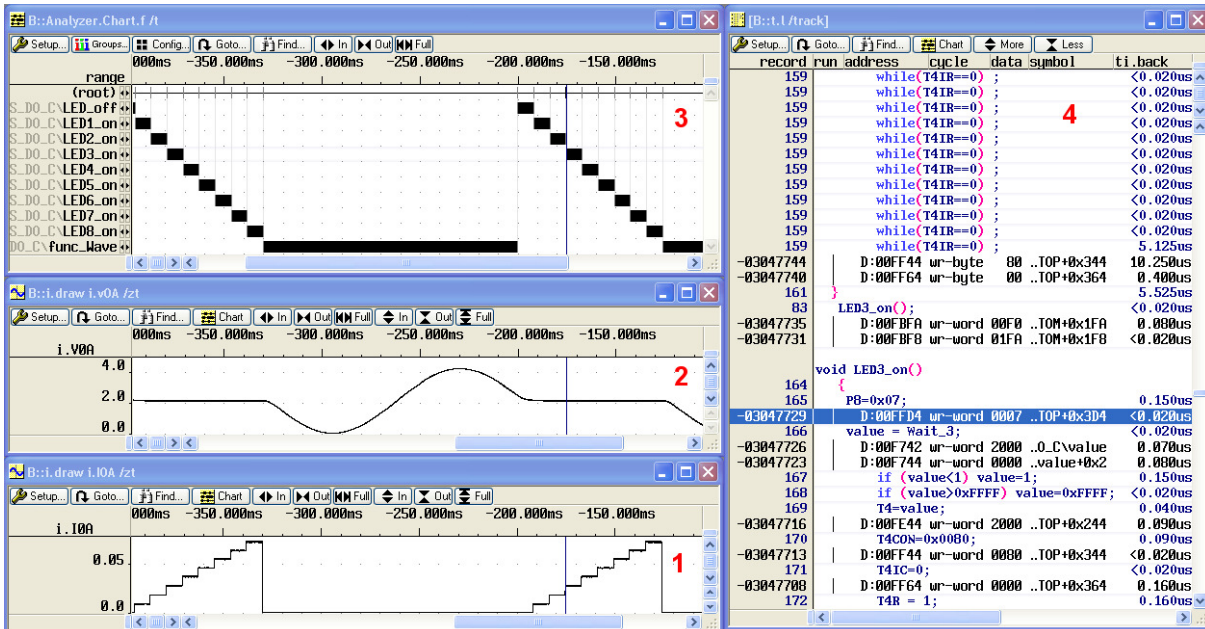

Abb.: 2
In dem unten gezeigten Beispiel (s. Abb. 2) werden nacheinander 8 Leuchtdioden eingeschaltet und anschließend wird eine Sinusspannung erzeugt. In der Strom-Zeit-Kurve (1) ist der treppenförmig ansteigende Stromverbrauch dargestellt. Die Sinusspannung ist in der Spannungs-Zeit-Kurve (2) zu erkennen. In der Strom- (1), Spannungs- (2) und Chartdarstellung (3) ist die Funktion 'LED3_on' durch die senkrechte, schwarze Track-Linie markiert.